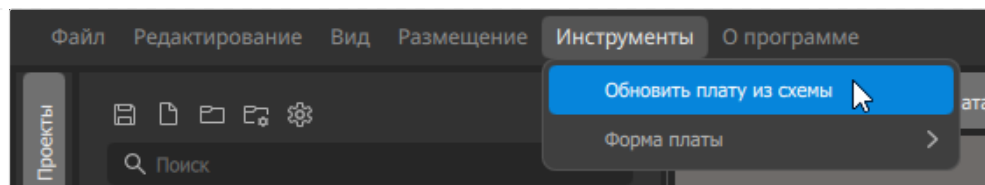

Рисунок 78. Пункт меню «Обновить плату из схемы» в редакторе плат
- 2) Синхронизацию также можно выполнить из редактора плат, вызвав команду меню *«Инструменты»* → *«Обновить плату из схемы»* (см. рисунок 78).